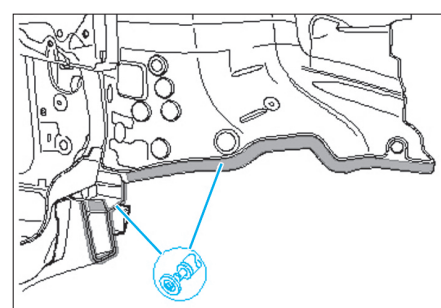

FIG. 33
- Enlever les morceaux restants (Fig.33).